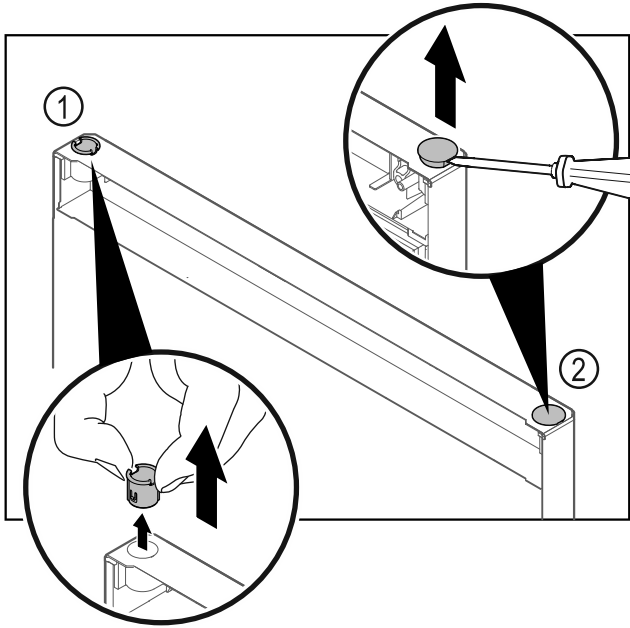

Fig. 15
- Wyjąć palcami tuleję zawiasu Fig. 15 (1).
- Zatyczkę osłonki Fig. 15 (2) ostrożnie podważyć przy pomocy śrubokręta płaskiego i wyjąć.